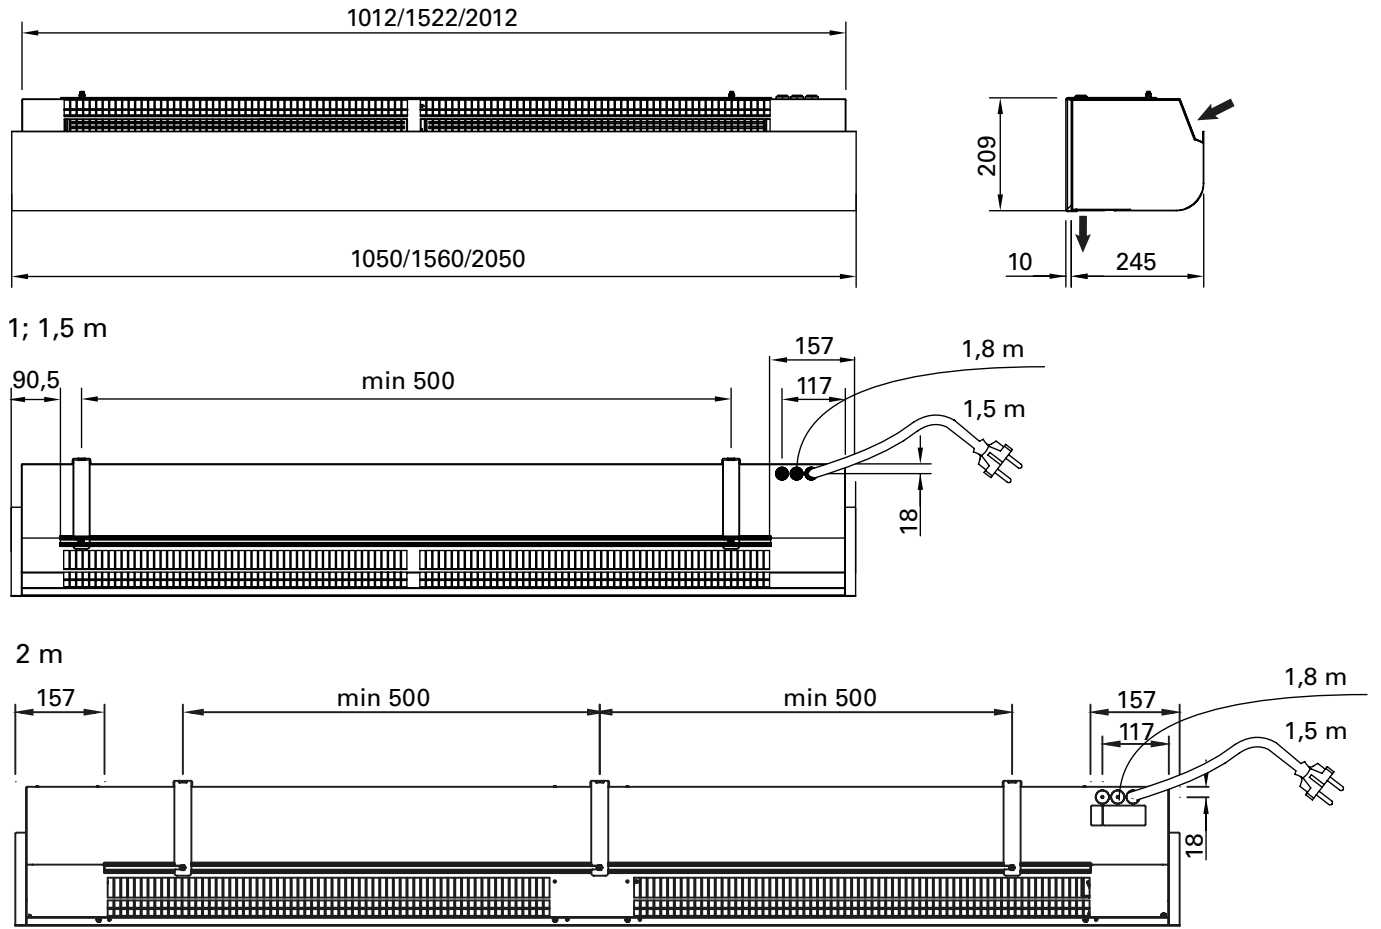

Fig. 1
1. Monte los soportes en la pared, ver fig. 4A y la fig. 1 del plano acotado. Si la pared es irregular, los soportes deberán compensarlo.